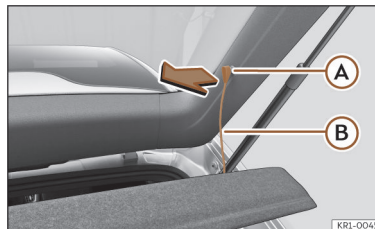

Fig. 162 Na bagageira: desmontar e montar a chapeleira.
- Desengate os tirantes de fixação >>> **Fig. 162** (B) dos alojamentos (A).
- Engate os tirantes de fixação >>> **Fig. 162** (B) na porta da bagageira.